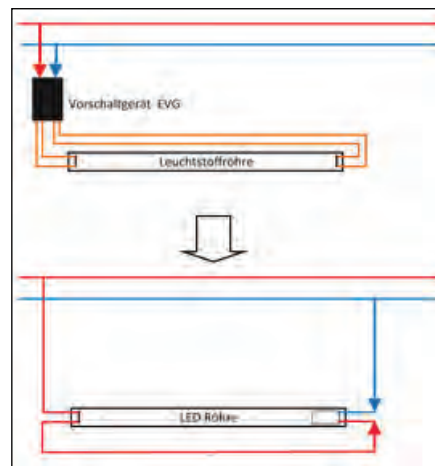

Bild 3
- moderne Leuchtstofflampe mit elektronischem Vorschaltgerät (Bild 3)